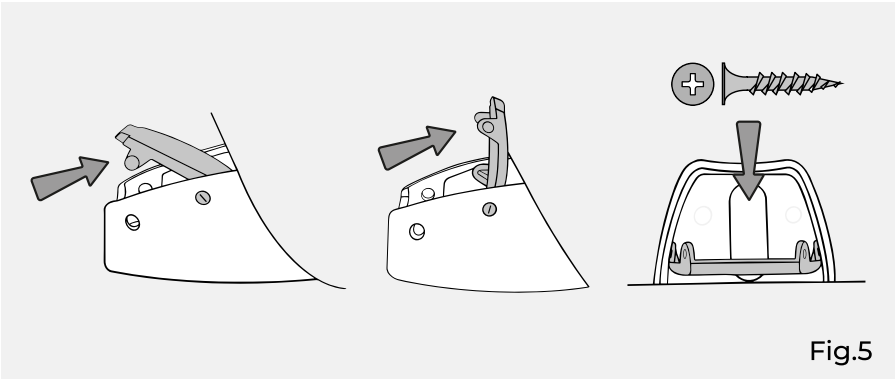

Fig.5
3. Soulevez le rabat en plastique pour faire apparaître les fentes de fixation sur le côté de l'unité de branchement électrique (Fig.5).